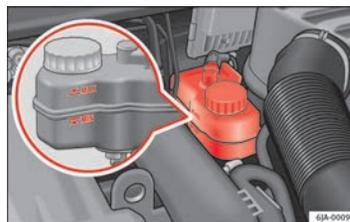

Fig. 120 Vano motore:
- Controllare il livello del liquido di raffreddamento nel serbatoio ⇒ fig. 120. Il livello del liquido deve trovarsi tra le scritte „MIN“ e „MAX“.